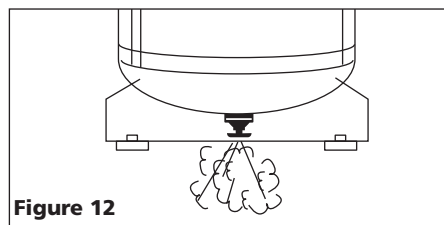

Figure 12
2. Purger le réservoir. Avec le compresseur hors circuit et la pression dissipée, purger l'humidité du réservoir en ouvrant le robinet de purge sous le réservoir. (voir la Figure 12).